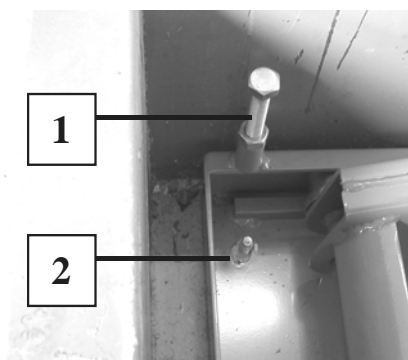

Fig.11
mm en 125 mm diep in de vloer. Gebruik het frame van de hefbrug als boormal. Tik keilbouten van het type TIKM12x100 met een hamer in de vloer. Zie ref.2 Fig 11 Draai de keilbouten vast met een momentsleutel tot 45 Nm.
HOOGTE AFSTELBOUTEN (REF.1 FIG.11)